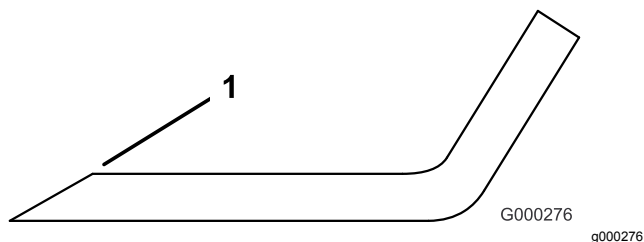

Рисунок 50
1. Заточите напильником режущую кромку на обоих концах ножа (Рисунок 50). Сохраняйте исходный угол. Балансировка ножа не нарушается, если с обеих режущих кромок снимается одинаковое количество материала.